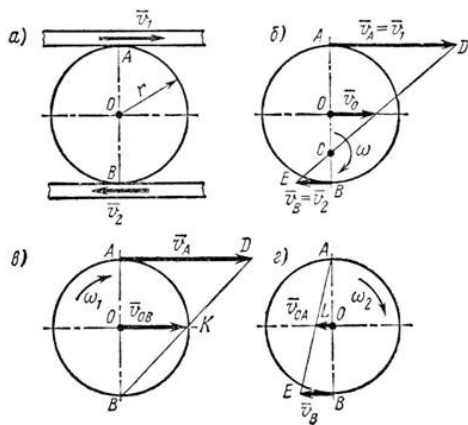

Рисунок 1
1. Две параллельные рейки (рис. 1, а) движутся в противоположные стороны с постоянными скоростями $V_1 = 8$ м/с и $V_2 = 2$ м/с. Между рейками зажат диск радиусом $r = 0,5$ м, катящийся по рейкам без скольжения.